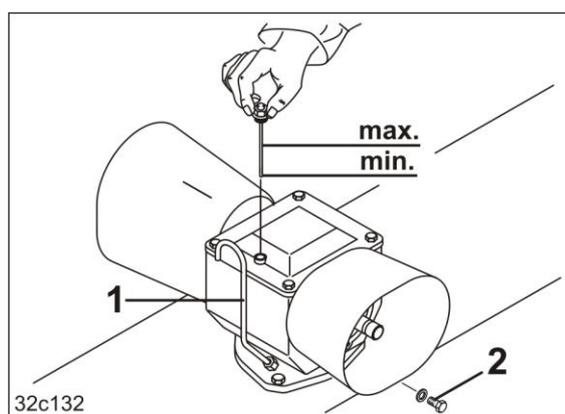

图 177
传动装置有一个排气管（图 177/1）。
3. 拧出排油螺栓（图 177/2）。